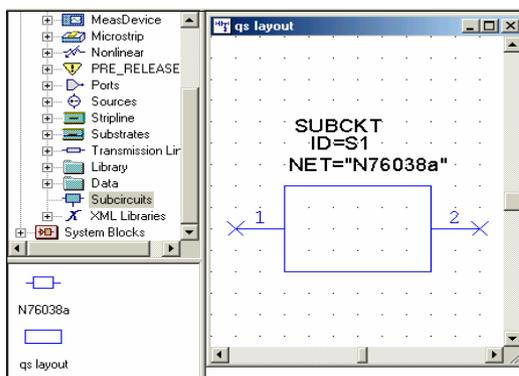

Рис. 4.5. Установка подсхемы в схемное окно
5. Нажмите на модель **N76038a** и, удерживая мышью, перетащите этот элемент на схему (рис. 4.5).